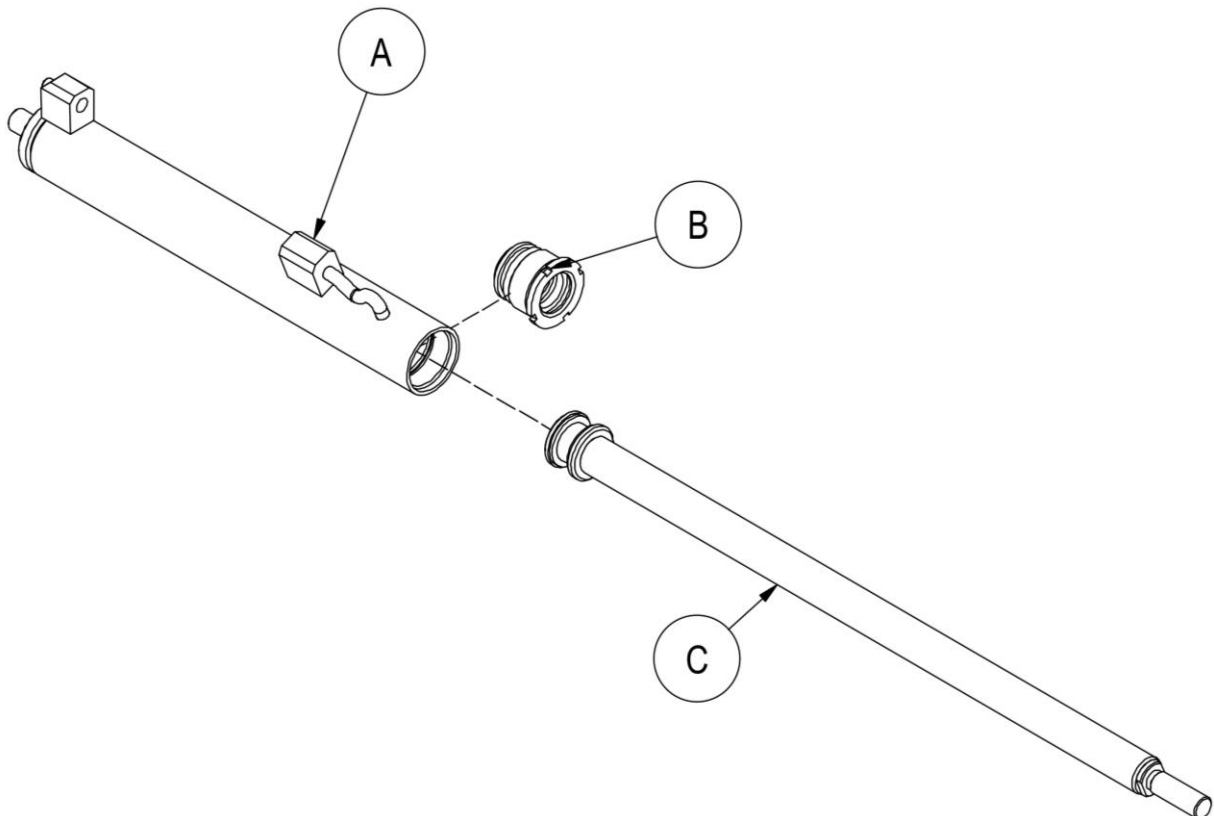

Figure 22
8. Se référer à la *Figure 22*.